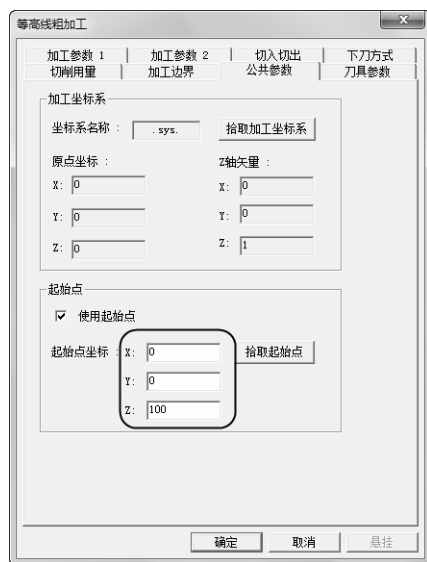

图 3-14 “公共参数”选项卡
7) 单击“公共参数”选项卡，勾选“使用起始点”，具体“起始点坐标”参数数值如图 3-14 所示。